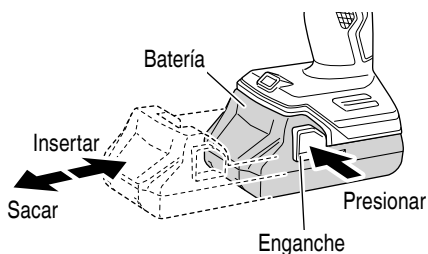

Fig. 5
- Forma de instalar la batería. Alinee la batería con la ranura de la herramienta y deslicela para colocarla en su sitio. Insértela siempre completamente hasta que se encuentre cerca (Fig. 5).
- Forma de extraer la batería. Retire la batería de la herramienta mientras presiona el cerrojo (2 unidades) de la batería (Fig. 5).